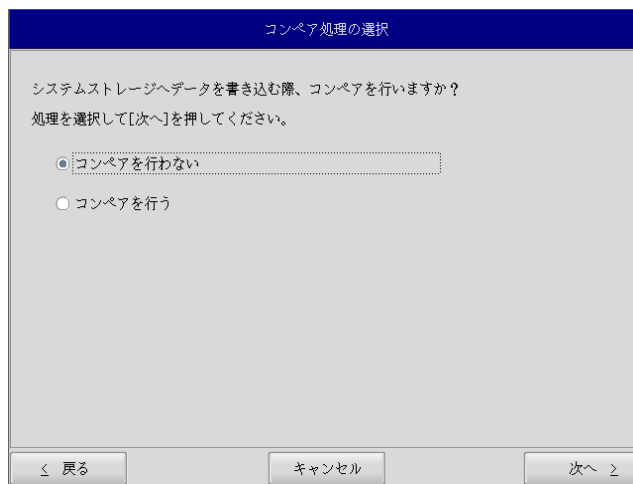

図 5-3-5. コンペア処理選択画面
- ⑧ コンペア処理の選択画面（図 5-3-5）が表示されます。データ書き込み時のコンペア処理の有無を選択します。